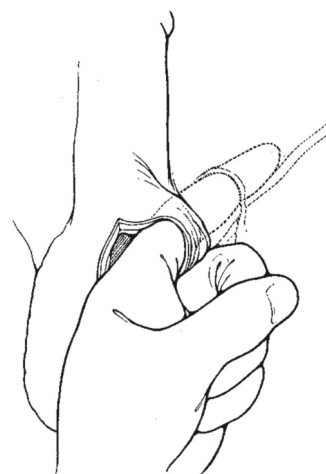

Figura 4-13a. Creazione del difetto
1. Creare un difetto nella fascia trasversale attraverso l'anello inguinale esterno (**Figura 4-13a**). Il difetto fornisce l'accesso allo spazio prevescicale. Una volta creata la tasca nello spazio prevescicale, inserire con il dito il serbatoio nella sede.